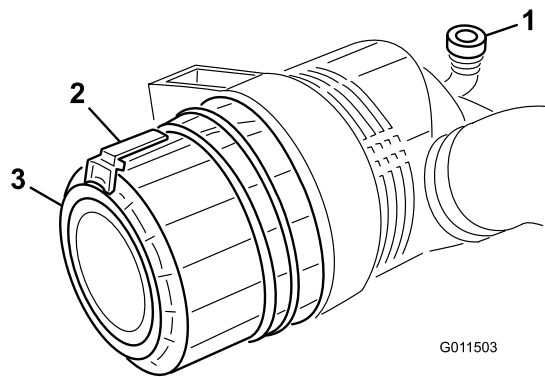

Bild 45
- Ziehen Sie den Riegel nach außen und drehen Sie die Luftfilterabdeckung nach links (Bild 45).